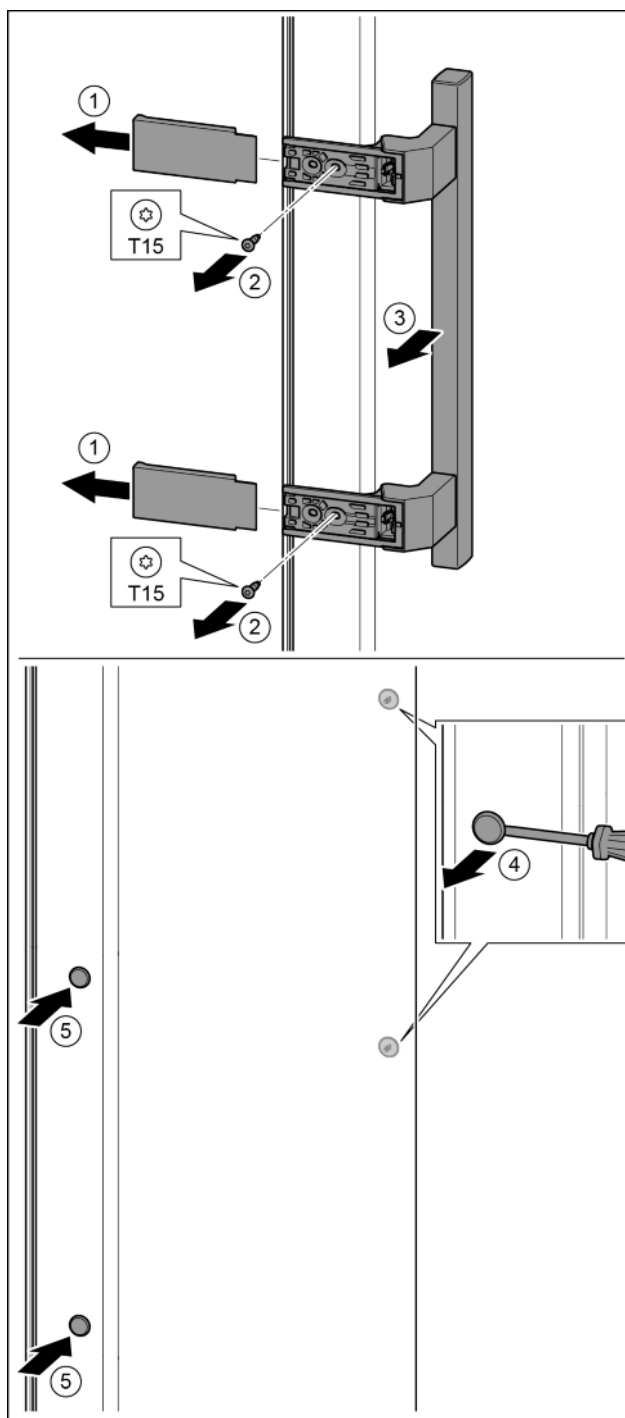

Fig. 21
- Abdeckung abziehen. Fig. 21 (1)
- Schrauben mit Schraubendreher T15 herausdrehen. Fig. 21 (2)
- Griff abnehmen. Fig. 21 (3)
- Seitlichen Stopfen vorsichtig mit einem Schlitzschraubendreher anheben und herausziehen. Fig. 21 (4)
- Stopfen auf der anderen Seite wieder einsetzen. Fig. 21 (5)